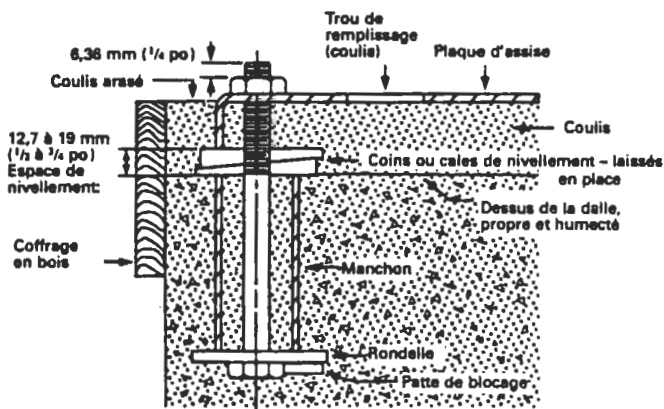

Figure 1
2.3.1. On doit fixer la plaque d'assise à une dalle reposant sur une semelle de fondation solide et remplir de coulis l'espace séparant la plaque et la dalle (V. fig. 1).